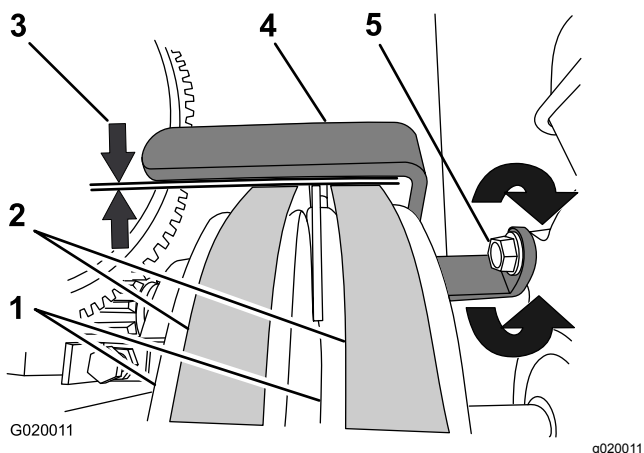

Figure 70
6. Vérifiez que le guide et les courroies sont espacés de 2,5 à 4 mm (3/32 à 5/32 po); voir Figure 70.
- A. Desserrez le boulon qui fixe le guide-courroies au moteur (Figure 70).
- B. Tournez le guide-courroies vers le haut ou le bas jusqu'à ce que vous obteniez un écartement de 2,5 à 4 mm (3/32 à 5/32 po) entre le guide et chaque courroie (Figure 70).
- C. Resserrez le boulon qui fixe le guide-courroies au moteur (Figure 70).